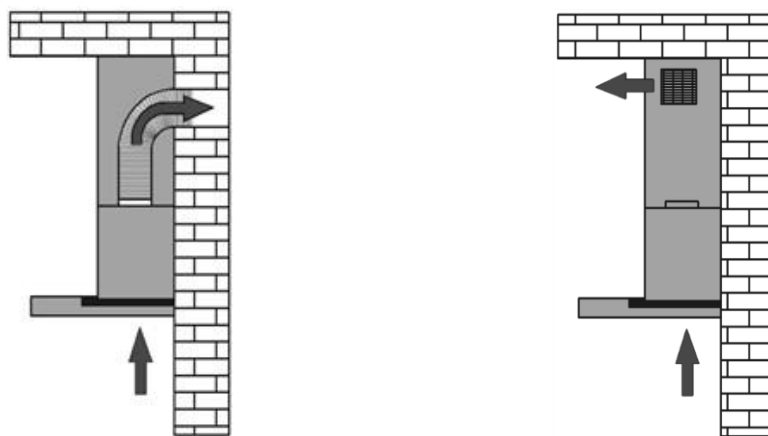

Рис. 6
1) Отвода (рис. 6а) – воздух удаляется из помещения через соединение вытяжки с вентиляционным каналом жестким пластиковым воздуховодом или гофрированным шлангом диаметром 120 мм. И, таким образом, все кухонные испарения, запахи, гарь и копоть, проходя через многоразовые алюминиевые жироулавливающие фильтры, выводятся за пределы помещения. При данном режиме работы нет необходимости устанавливать угольные фильтры. Режим отвода является наиболее эффективным, поскольку вытяжка удаляет все кухонные испарения за пределы кухни в вентиляционную шахту.
2) Рециркуляции (рис. 6б) – внутренняя циркуляция воздуха через угольные фильтры (рис. 5). Вытяжка в данном случае не подключается к вентиляционной шахте и, таким образом, воздух просто прогоняется через вытяжку внутри кухни.